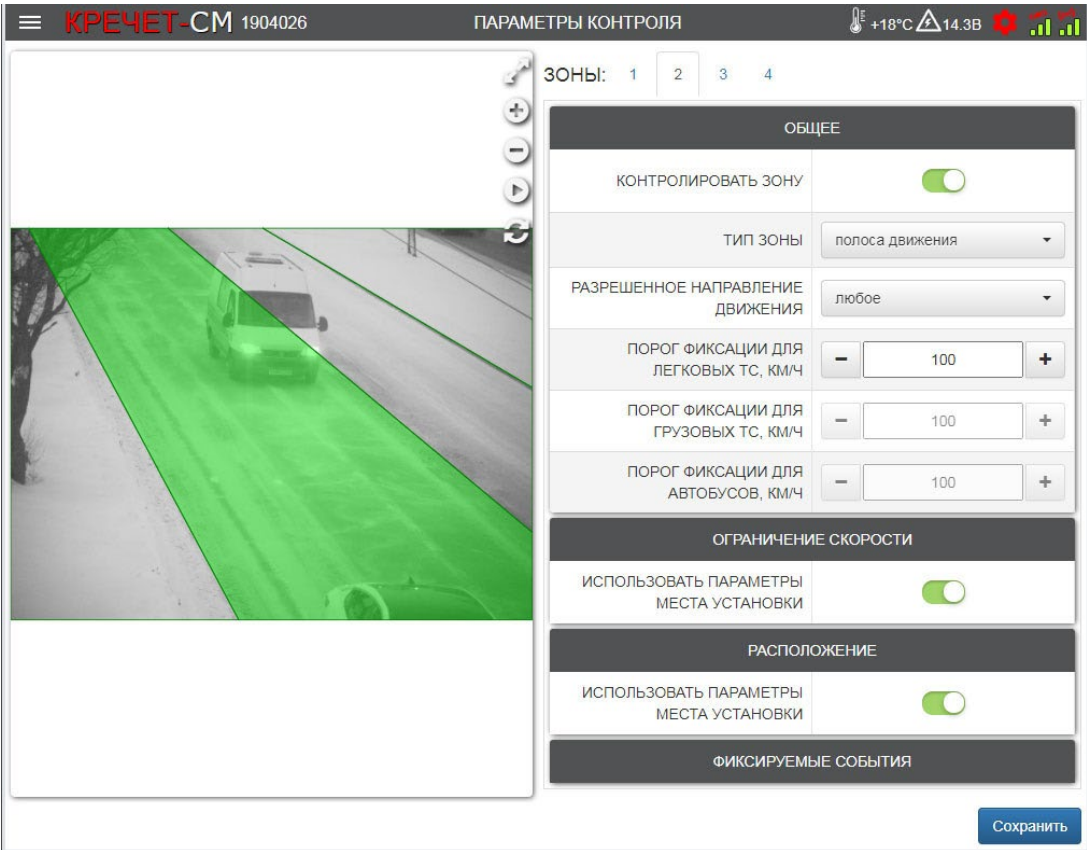

Рисунок 44 — Страница **ПАРАМЕТРЫ КОНТРОЛЯ**
6.7.6.2 В правой верхней части экрана отображается список созданных зон (Рисунок 44). Для перехода во вкладку настройки одной из зон, кликните по номеру соответствующей зоны.